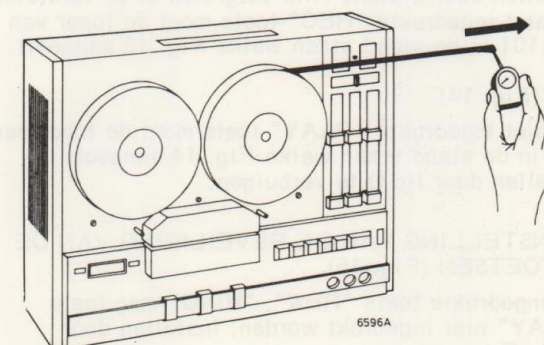

Fig. 11
- De remkracht van de linker en rechter spoelschotel moet ca. 1000 grcm bedragen. Deze kracht kan worden gemeten met behulp van een volle haspel en een veerdrukmeter, zoals in Fig. 11 is aangegeven. De meter moet voor de diverse spoeldiameters de volgende waarden aangeven.